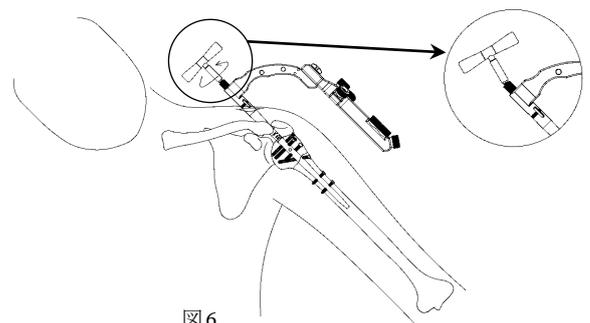

図6
- \* 5) スクリュー挿入後、六角7ボールTレンチショートを使用してネイル接続ネジ Extension を緩め、TDアームを取り外します。（図6）六角7ボールTレンチショートは最大15度まで傾けることができます。TDアーム取り外し後、エンドキャップを挿入します。